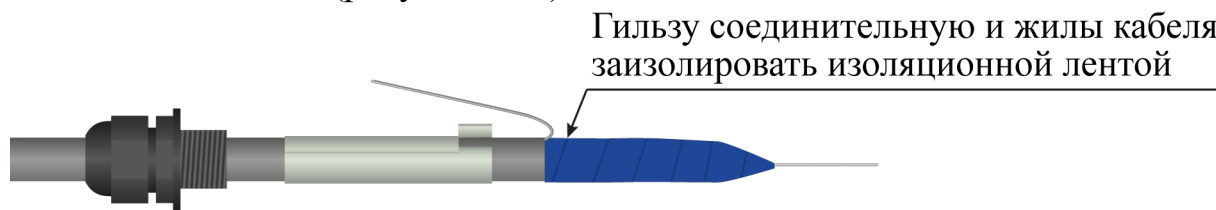

Рисунок 4.27
– гильзу соединительную и жилы кабеля ТППЭп заизолировать изоляционной лентой (рисунок 4.27);